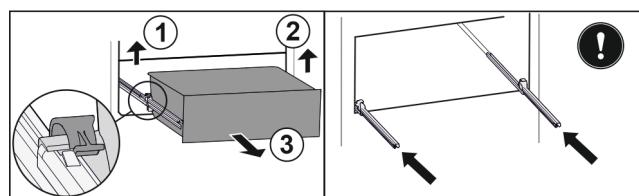

Fig. 78
- Zvedněte levou svorku a současně vytáhněte zásuvku vlevo dopředu. Fig. 78 (1)
- Zvedněte pravou svorku a současně vytáhněte zásuvku vpravo dopředu. Fig. 78 (2)
- Vyjměte zásuvku dopředu. Fig. 78 (3)